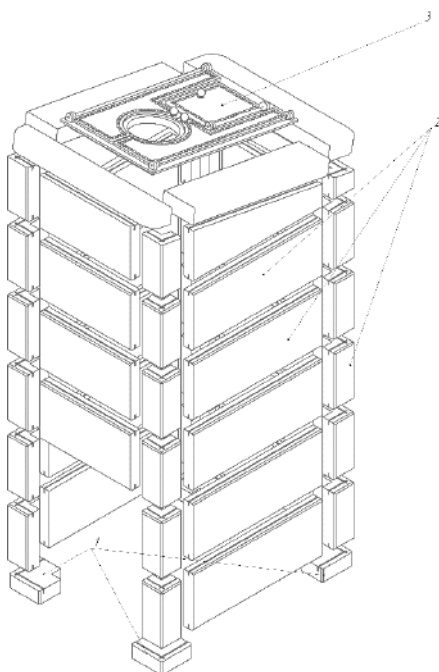

Рис. 20 Схема сборки облицовки печи Калита Экстрим
2.3.9.1 Сборка декоративно защитного ограждения осуществляется по ярусам, согласно нумерации, проставленной на внутренней стороне каждой из каменных плит в соответствии со схемой сборки см.рис.20. Первая цифра обозначает номер стороны, вторая номер яруса. Нумерация сторон начинается от топочного проёма по часовой стрелке.
2.3.9.2 Сборка начинается с установки опор декоративно защитного ограждения поз. 1, рис.20\_ и плиты под номером 1/1, далее по нумерации. Соединение плит между собой производится с помощью закладных элементов, устанавливаемых между плитами (поставляется в комплекте). Закладные элементы также имеют маркировку, указывающую на ярус и сторону установки.
2.3.9.3 На верхнюю плоскость ограждения укладывается перекрытие, выполненное из листовой стали с окраской жаростойкой эмалью или чугуна поз. 3, рис.20